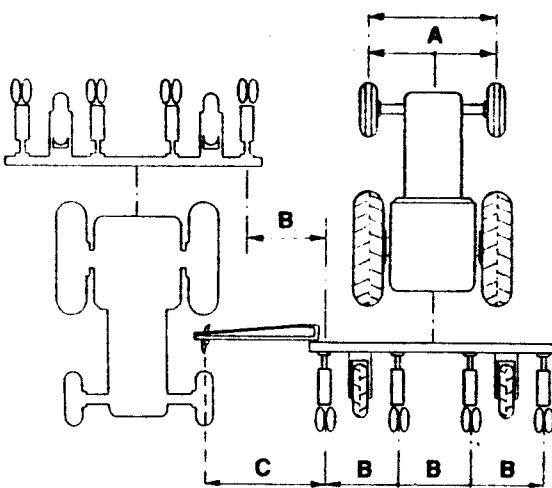

Fig. 5
Per determinare la traccia su cui correre con la ruota anteriore del trattrice (Fig. 5), regolare la distanza del disco tracciatore dal centro del seminatore esterno (valore «C» della tabella).
To set the trail the tractor has to run along, (Fig. 5) adjust the distance of the row marker plate starting from the center of the outer planting unit (value «C» in the table).
Pour déterminer la trace dans laquelle devra circuler la roue avant du tracteur (Fig. 5), régler la distance comprise entre le disque traceur et le centre du semoir extérieur (valeur «C» du tableau).
Zum Einstellen der Spur, auf der mit dem Vorderrad des Schleppers beim Säen zu fahren ist (Fig. 5), stellt man den Abstand der Spurreißen Scheibe von der Mitte der äußeren Säereihe nach dem «C» der Tabelle (1) ein.